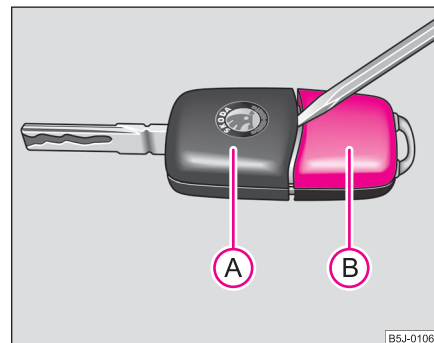

Fig. 19 Separar la llave con radiotelemando
Cada llave con radiotelemando contiene una pila que se encuentra en la tapa (B) de la carcasa de la emisora ⇒ fig. 19. Le recomendamos que lleve a cambiar la pila de la llave a un ►
- Desmonte con cuidado la pieza de la llave (A) ⇒ página 43, fig. 19 de la carcasa del emisor (B) apalancando con un destornillador.